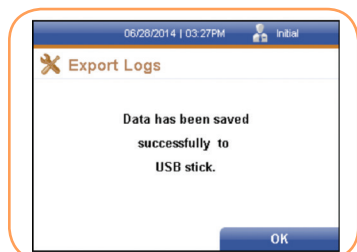

FIGURA 124
4. Se mostrará una ventana confirmando que los datos se han guardado correctamente en un dispositivo USB (Figura 124).